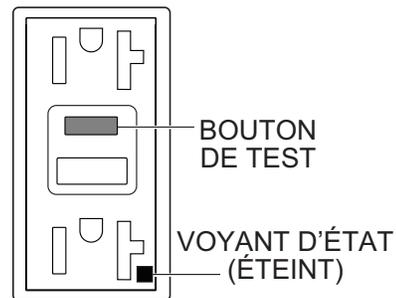

Figure 94. Réceptacle GFCI (DÉSACTIVÉ)
4. Appuyez sur le bouton **TEST** (Figure 94) sur la prise GFCI et vérifiez que le voyant d'état **S'ÉTEINT**.